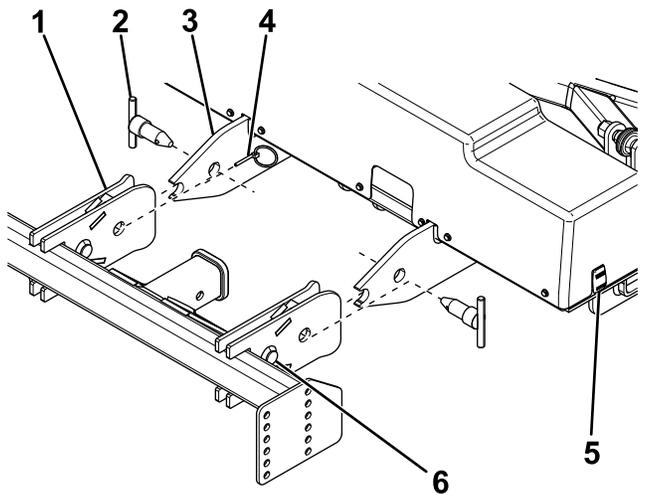

Bild 22
4. Den Schneepflug mit dem Kupplungsschalter auf die gewünschte Höhe anheben oder absenken, dann langsam rückwärtsfahren, bis die Anbauarme den Fahrwerksbolzen berühren (Bild 22).
im Fahrwerk und sichern Sie sie mit einem Klapenstecker (Bild 22).